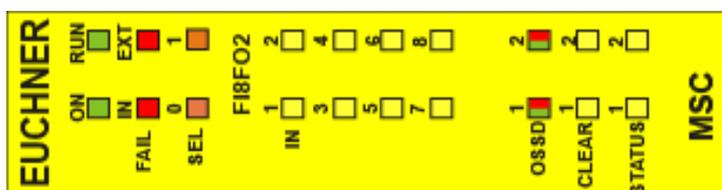

Figura 30:
8.4.3. Módulo FI8FO2 (Figura 30)